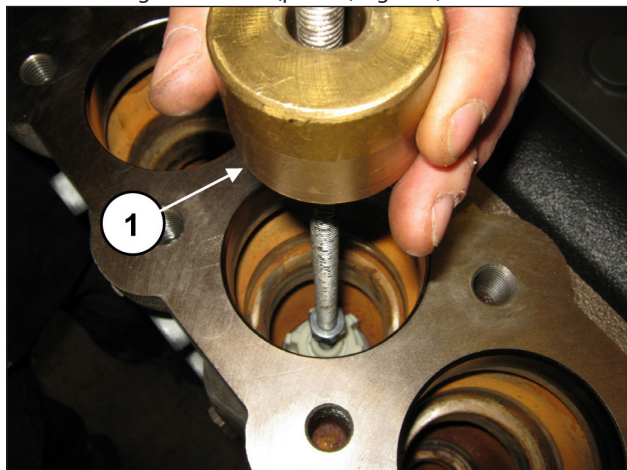

Fig. 101
Estrarre il gruppo valvola aspirazione mediante l'utilizzo di un estrattore a massa battente (cod. 27516400) da applicare al foro M10 del guida valvola (pos. ①, Fig. 101).